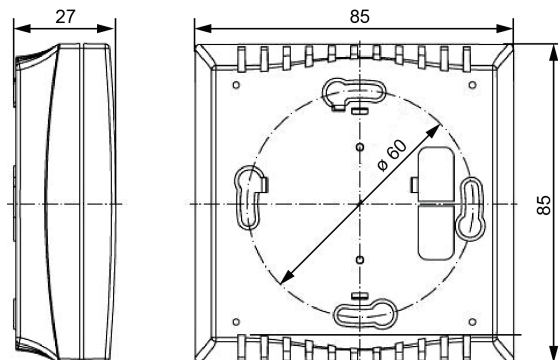

Рисунок 5.2 – Габаритні та установчі розміри перетворювача
• габаритні і приєднувальні розміри на технологічному об'єкті відповідають розмірам перетворювача (див. *рисунок 5.2*);
3. Підготувати місце для встановлення перетворювача (див. *рисунок 5.2*).